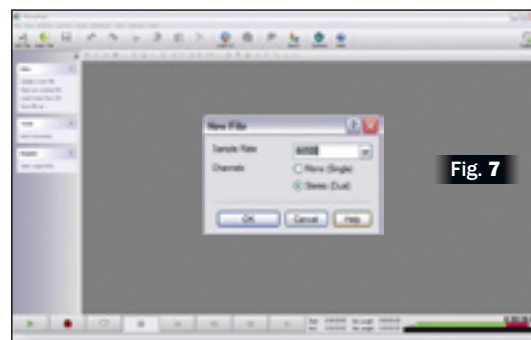
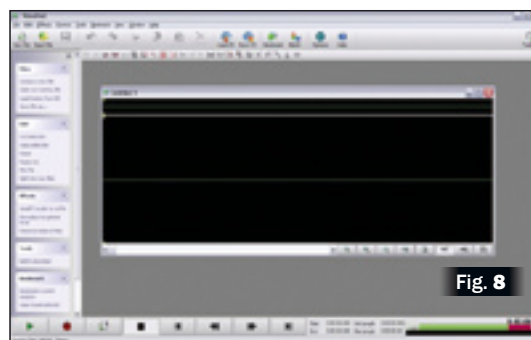
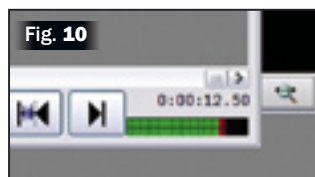

Fig. 7
Fig. 8
Fig. 10
6); quindi cliccate su *OK*. Per registrare un file audio cliccate sul pulsante *New File*: comparirà una finestra da cui potrete scegliere la frequenza di campionamento e il numero di canali (Fig. 7); cliccando su *OK* comparirà un file vuoto. Premete ora il pulsante rosso *REC* in basso a sinistra e vi comparirà una finestra di dialogo per la registrazione (Fig. 8): nei due menu a tendina contrassegnati con la dicitura *Device* sotto le sezioni *Playback* e *Recording* dovrete selezionare *USB Audio CODEC*: in tal modo il programma utilizzerà la scheda USB come periferica audio (Fig. 9). Per iniziare la registrazione dovrete premere il pulsante *REC* all'interno della finestra attiva (Fig. 10): immediatamente vedrete scorrere il contatore dei secondi ed anche i due VU-meter segneranno il livello sonoro d'ingresso. Per terminare la registrazione è sufficiente premere il pulsante *STOP*: così facendo vedrete un'anteprima del segnale registrato (Fig. 11). Utilizzando l'ingresso digitale, sia ottico che coassiale, la registrazione partirà con il solito pulsante *REC*, ma terminerà automaticamente perché in tal caso verrà sincronizzata dallo stesso segnale digitale.